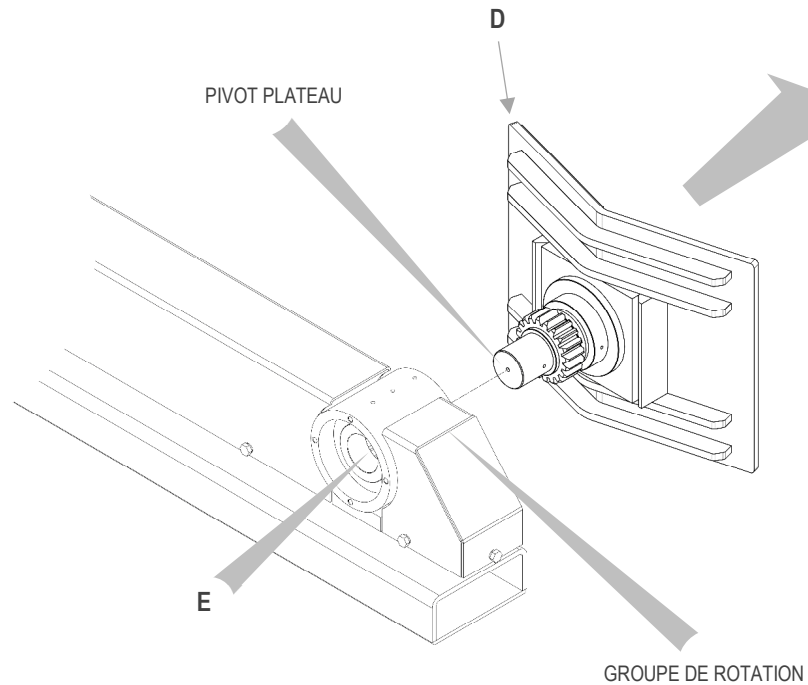

Figure 42
4. Retirer le plateau **D** en le retirant de la partie avant comme indiqué sur la Figure 42. En cas de difficultés pour extraire le plateau, à l'aide d'un marteau en caoutchouc et d'un rond en nylon de diamètre inférieur à celui du pivot du plateau, marteler du côté **E** comme indiqué sur la Figure 42